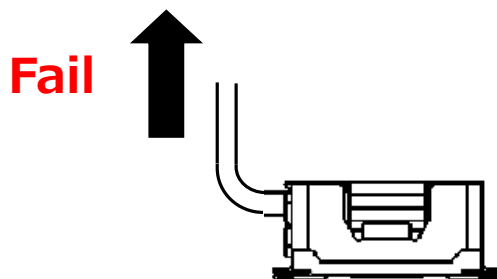

図. 14
- ・図 14 のようにケーブルを引っ張り上げ、コネクタの抜去を行わないでください。